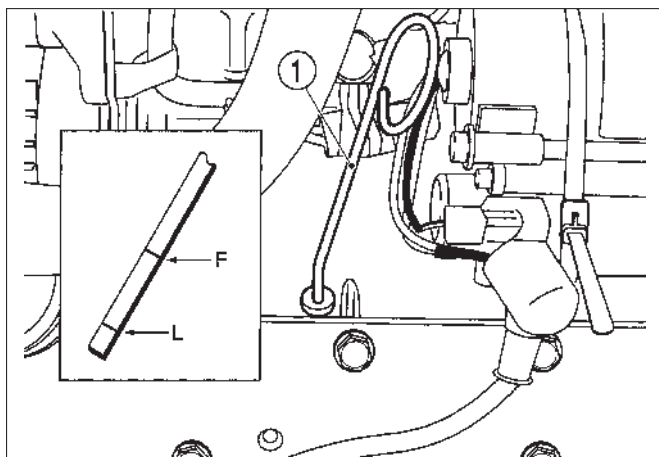

Fig. 71
FIG. 71: Pour contrôler le niveau d'huile moteur – le tracteur doit être garé sur un sol plat, moteur à l'arrêt. Sortez la jauge (1) et vérifiez que le niveau d'huile se situe entre le repère supérieur F et inférieur L de la jauge. Essuyez la jauge, réinstallez momentanément et contrôlez à nouveau le niveau d'huile.